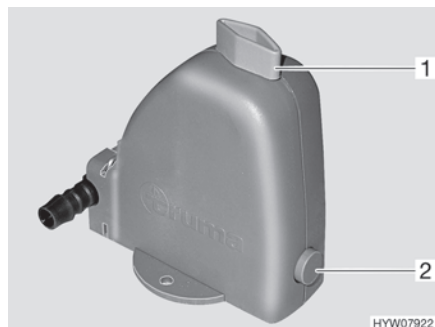

Bild 94 Sicherheits-/Ablassventil
Die Heizung ist mit einem Sicherheits-/Ablassventil (Bild 94) ausgestattet. Das Sicherheits-/Ablassventil verhindert, dass Wasser für die Warmwasser-Bereitung einfriert, wenn bei Frost die Heizung nicht eingeschaltet ist.
- Sicherheits-/Ablassventil schließen. Dazu den Drehknopf (Bild 94,1) quer zum Sicherheits-/Ablassventil drehen und den Druckknopf (Bild 94,2) hineindrücken.
- Sicherheits-/Ablassventil öffnen. Dazu den Drehknopf (Bild 94,1) längs zum Sicherheits-/Ablassventil drehen. Der Druckknopf (Bild 94,2) springt heraus. Der Brauchwasser-Behälter wird über das Sicherheits-/Ablassventil nach außen entleert.